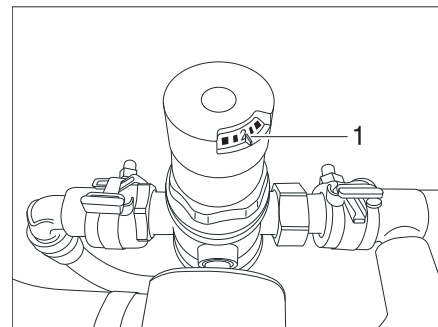

Fig. 178 Réglage du réducteur de pression
- Contrôler le réglage du réducteur de pression sur 2 bars (équipement chauffe-eau) ou 3 bars (équipement chauffe-eau instantané) (Fig. 178,1).